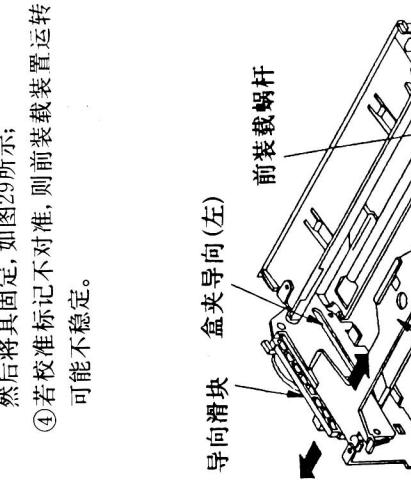

图28
- 步骤：①用手转动蜗轮齿轮直到盒式磁带夹中门设定到盒式磁带进入状态；
②如图28所示，朝外移动盒夹导向L，从盒式磁带夹中门上取下导向滑块，然后从盒夹导向L上取下导向滑块；
③重新安装时，与上述步骤相反；
④用手转动前装载蜗轮齿轮，将盒式磁带夹中门设定到盒式磁带退出状态。